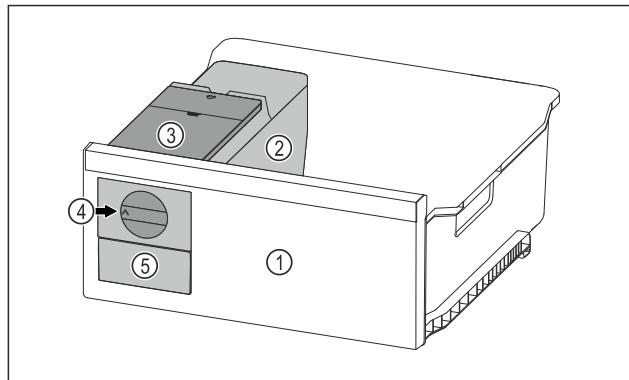

Fig. 68 Ілюстративне зображення
- Поворотну ручку Fig. 68 (4) повернути за годинниковою стрілкою до упору.
- Кубики льоду випадають із ванночки для кубиків льоду Fig. 68 (5).